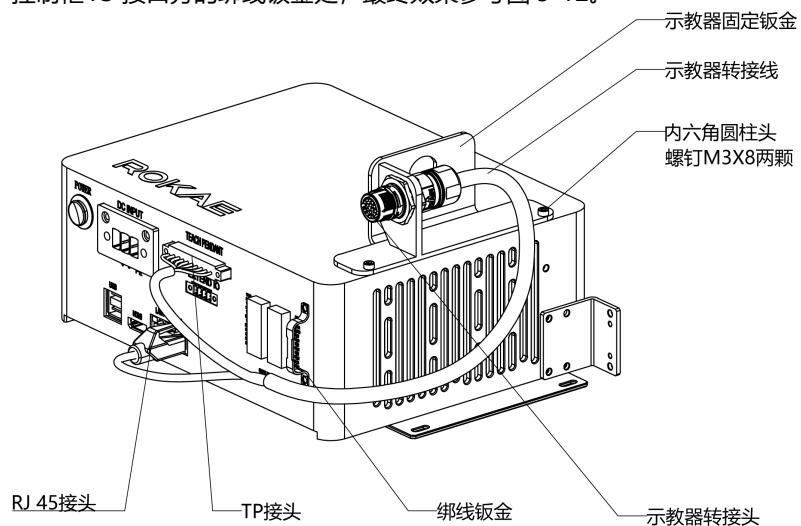
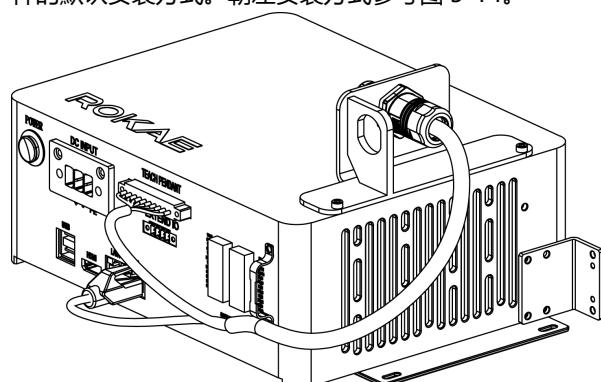

图 5-12 安装示教器转接线束
图 5-14 示教器固定钣金朝左安装示意图
(3) 将示教器转接线接头穿过钣金, 并用活动扳手将示教器转接头的螺母拧紧, 使示教器接头固定在钣金上面。如下图 5-12 所示。
(4) 教器转接线的 xPad 接头和 RJ45 接头分别与控制柜的 TEACH PENDANT 接口 (原
xPad 接口) 和 LAN2 接口对插 (注意接口, 请勿插错), 并用扎带将插头附件的线束固定在控制柜 IO 接口旁的绑线钣金处, 最终效果参考图 5-12。
(5) 将示教器上的线缆接头, 与图 5-12 所示的示教器转接头对插并锁紧, 即可正常使用示教器。示教器连接示意图如下图所示。
此套方案只针对选配了示教器转接线套件的用户使用。其中示教器转接插头提供两种安装方式, 分别为朝前和朝左两种安装方式。图 5-12 展示的为朝前安装方式, 也是示教器转接线套件的默认安装方式。朝左安装方式参考图 5-14。